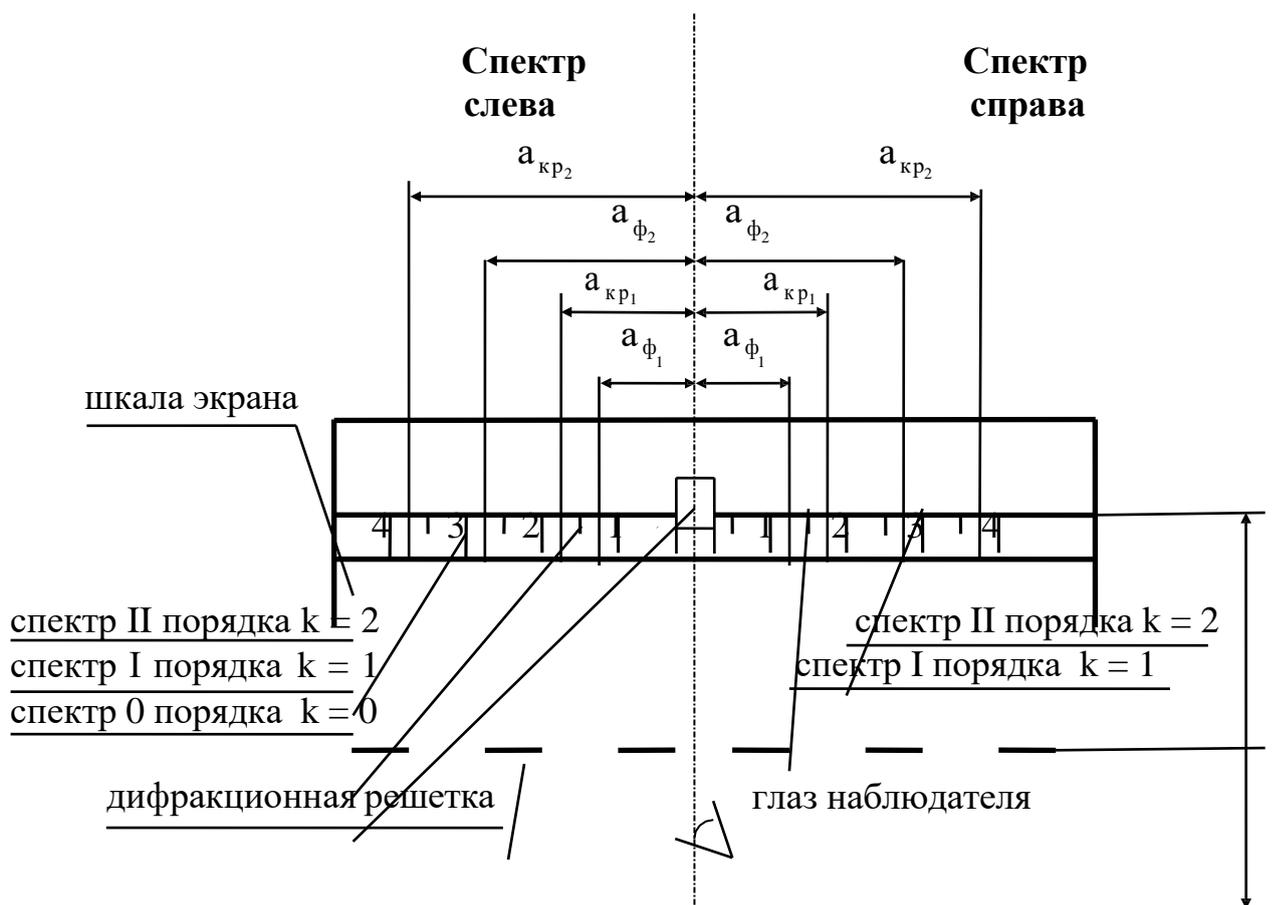

Рисунок 3.1 — Схема наблюдения дифракционного спектра
**3.4 Смотря сквозь дифракционную решетку, направить прибор на источник света так, чтобы источник света был виден сквозь узкую щель экрана. При этом по обе стороны на экране на черном фоне заметны дифракционные спектры нескольких порядков (Рисунок 3.1).**